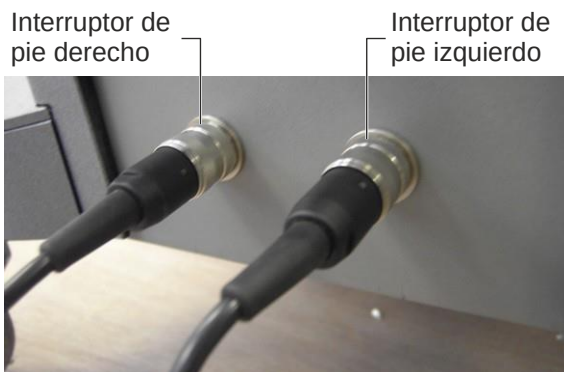

Figura 3-30. Cables de los interruptores de pie derecho e izquierdo conectados
El interruptor de pie derecho se debe conectar a la toma de conexión del interruptor de pie ubicado en el lado izquierdo de la parte trasera del sistema, como se muestra en la Figura 3-30.
4. Verifique que el interruptor de pie esté conectado correctamente al sistema, como se muestra en la Figura 3-30.